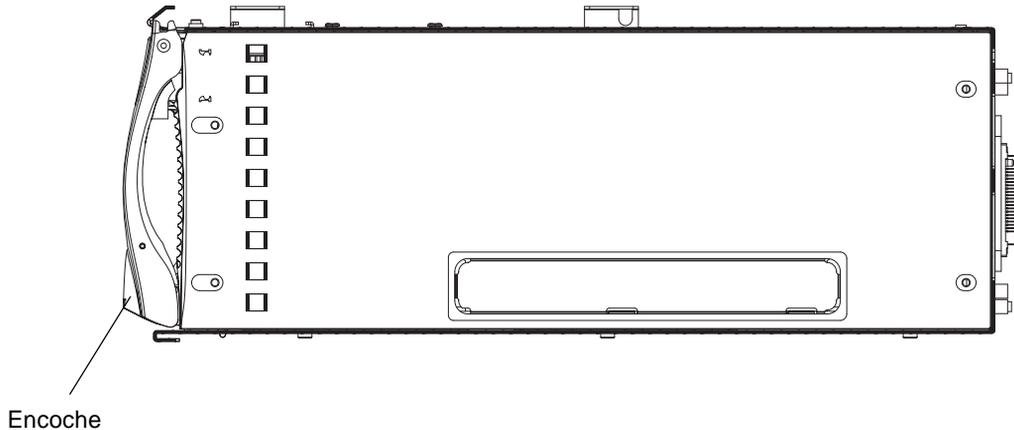

FIGURE 4-4 Mécanisme de blocage de la lame
2. Si nécessaire, ouvrez le levier de la lame en insérant un doigt dans l'encoche située dans la partie inférieure de ce levier, puis tirez ce dernier vers l'avant et le haut afin de le déverrouiller (FIGURE 4-4).